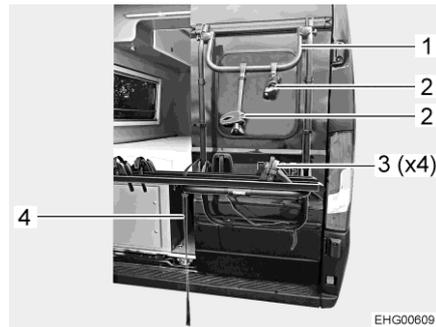

Bild 3 Fahrradträger
- Verschlussriemen (Bild 3,4) öffnen.
- Fahrrad auf Schiene setzen und mit Haltearm (Bild 3,2) am Haltebügel (Bild 3,1) befestigen.
- Vorderrad und Hinterrad des Fahrrads jeweils mit Spannband (Bild 3,3) an der Radschiene befestigen.
- Verschlussriemen (Bild 3,4) schließen.